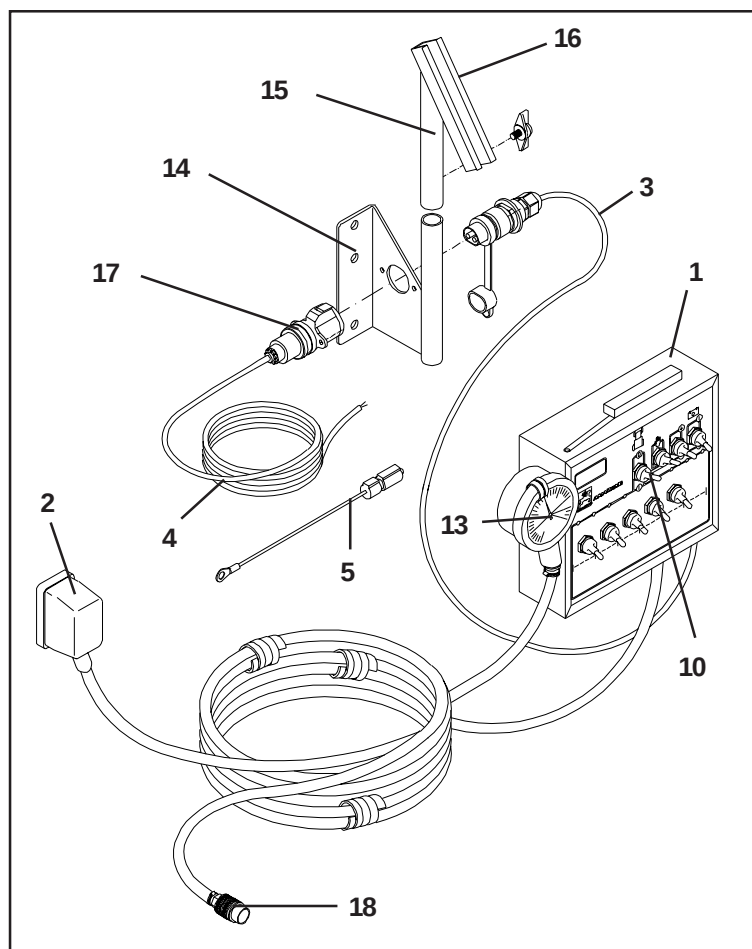

Рис. 8.4
- 3-х контактный разъем (рис. 8.4/17) крепится к основной консоли (рис.8.4/14).
Коробки переключений вставляются в пазы на основной консоли (рис.8.4/14) и фиксируются крепежными винтами.
При соединении следующих штеккерных разъемов выключатель (рис.8.4/6) сети электропитания коробки переключений должен находиться в положении "0" (ВЫКЛ.).
- Кабель электропитания (рис.8.4/3) соединяется с помощью штеккерного разъема (рис. 8.4/17) с аккумуляторной батареей.
- Приборный штеккер (рис.8.4/2) соединяется с приборной втулкой (рис.8.4/4) арматуры управления.
- Манометр (рис. 8.4/ 13) с помощью быстрого соединения (рис. 8.4/18) подключается к блоку управления давлением (рис.8.3/10) арматуры управления.
2. Неисправность : не приводится в действие от выключателя (рис. 8.4/10) центральная секция распылительных штанг.